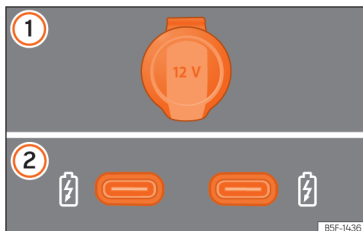

Fig. 164 Tomadas de corrente de 12 Volts do veículo
»» Fig. 164
Em função do equipamento e do país, o veículo pode dispor também de conectores USB com função **exclusivamente de carga ou tomada de corrente** »» Fig. 164 ②.